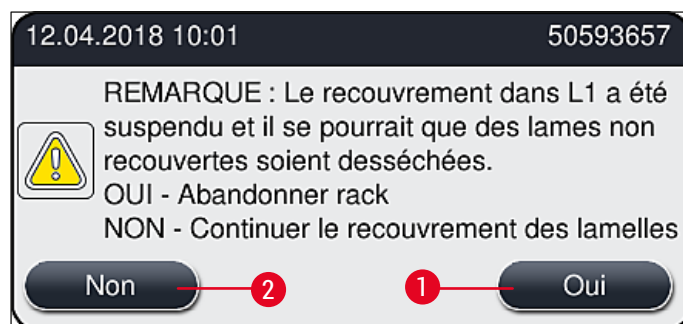

Fig. 112
9. Le logiciel de l'appareil scanne le niveau de remplissage. L'utilisateur reçoit un message d'information quand le contrôle est fini (→ Fig. 112).